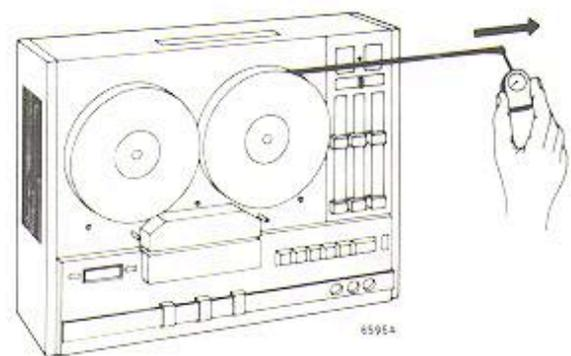

Fig. 10
- Die Bremskraft des linken und rechten Spulentellers soll etwa 1000 gcm betragen. Diese Kraft lässt sich mit Hilfe einer vollen Wickelspule und eines Federdruckmessers, wie in Fig. 10 angegeben ist, messen.